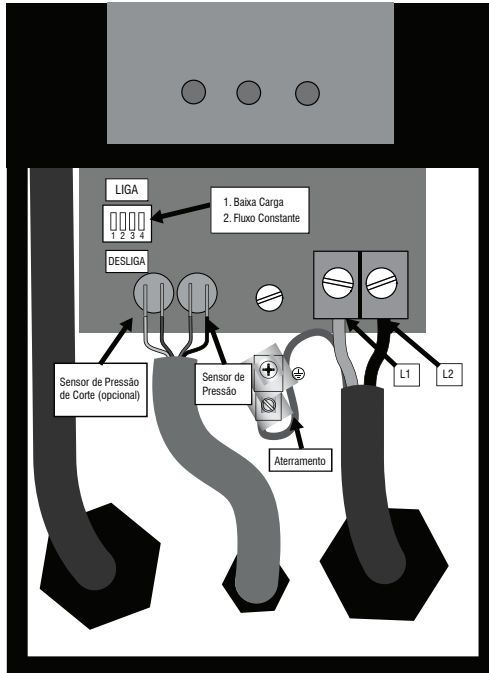

Figura 3: Caixa de Ligação do Inversor
3. Caso seja instalado adicionalmente um sensor para a pressão de corte, ele também deverá ser conectado na caixa de ligação do inversor de frequência. Verifique Figura 3;
5. Utilize prensa cabo e conduíte (o conduíte não é fornecido com o equipamento). Instale o prensa cabo no orifício do conduíte posicionado em frente aos conectores de linha L1 e L2. Verifique Figura 3;
Caso seja necessário ajustar a sensibilidade de subcarga, desligue a energia e permita que o Inversor descarregue. Espere 5 minutos para que as tensões internas se dissipem e localize a micro-chave seletora. Use uma pequena chave de fenda (fornecida) para mover a posição 1 para “Liga” como mostrado na Figura 3.
Se for necessário ajustar o controle de pressão, desligue a energia e permita que o inversor descarregue. Espere 5 minutos para que as tensões internas se dissipem e localize a micro-chave seletora. Use uma pequena chave de fenda (fornecida) para mover a posição 2 para “Liga” como mostrado na Figura 3.